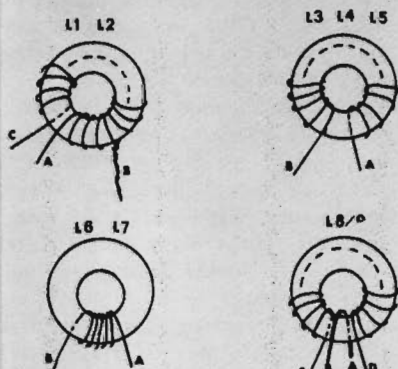

Fig 3. Spolarna och deras lindningsdata. Använd 0,3 mm lackerad koppartråd.
Alla spolur lindas med 0,3 Cul (egentligen lackerad koppartråd som kallas emaljerad). I *fig 3* är lindningens riktning angiven. Antalet varv har antytts. Tabellen visar antalet varv för resp spole samt hur lång tråd som går åt. Märk spolarna så att de inte förväxlas.
► Linda L3, L4 och L5. Klipp till angiven trådlängd och börja vid A. Håll kärnan mellan fingrarna och se till att A kommer på kärnans undersida som *fig 3* visar. Linda antalet varv enligt tabellen.